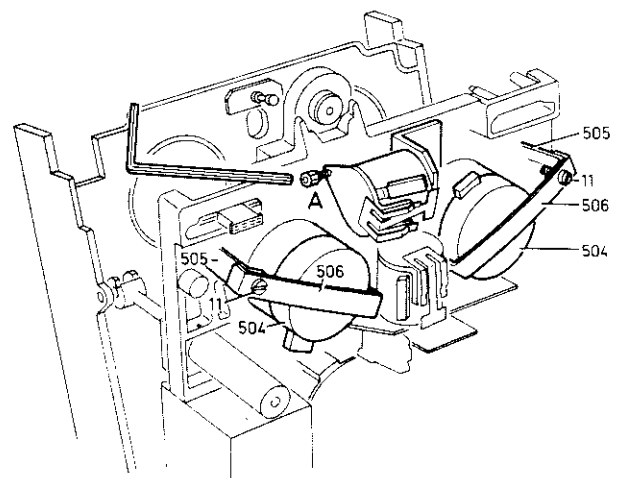

Fig. 2.18
- Schraube 11 (Abb. 2.18) lösen und die Motorbefestigungsbügel 505, 506 und die Motorandruckplatte 504 abnehmen.
- Den Motor einbauen und die Motorandruckplatte 504 (Abb. 2.18) und die Befestigungsbügel 505 und 506 montieren; die Motorverdrahtung wieder anschliessen.
- Die Schraube A (Abb. 2.18) des Elektromagneten so weit linksherumdrehen, dass sie, wenn der Anker des Elektromagneten von Hand aus gedrückt wird, den Hebel der Auswerfvorrichtung nicht berührt.